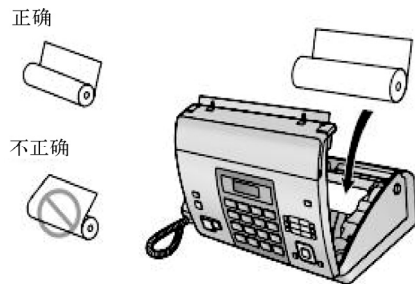

图 3-13 安装记录纸
② 安装记录纸，如图 3-13 所示。
① 断开电源线和电话线。
② 按下顶盖开盖钮，打开顶盖，如图 3-13 所示。